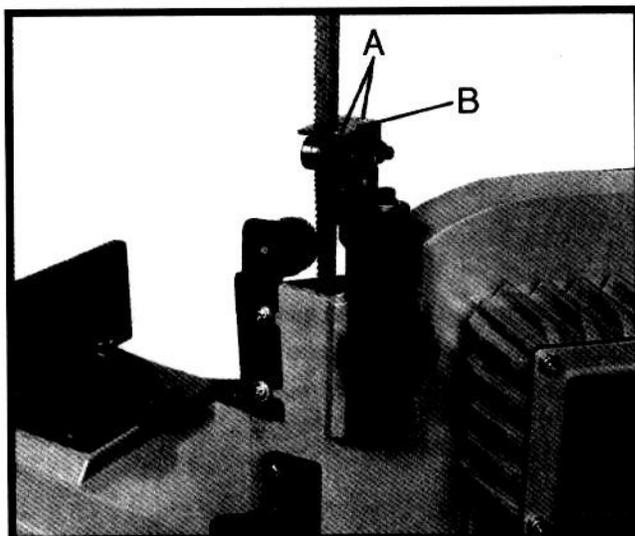

Fig. 3
3. Retire los dos tornillos (A, Fig. 3) y retire la placa deflectora (B).